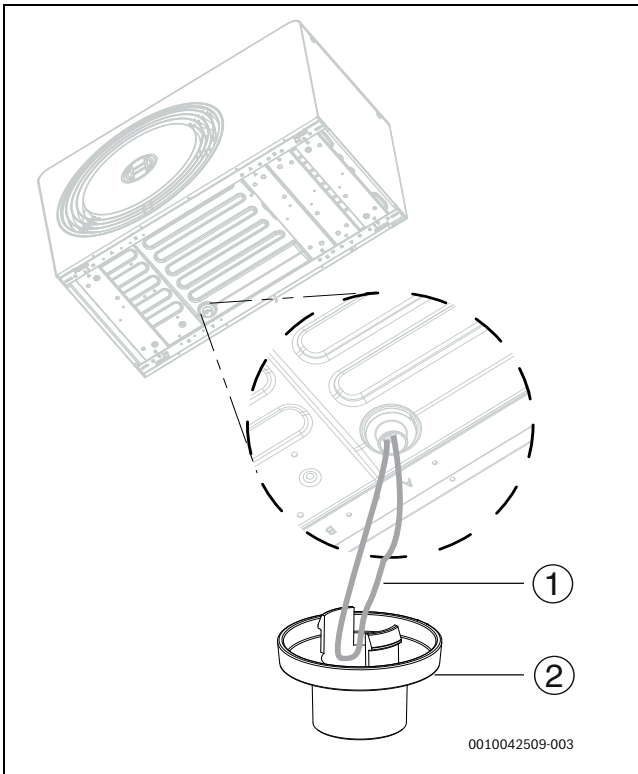

Fig. 27 Instalarea racordului de scurgere
7. Scoateți bucla încălzitorului tăvii de picurare și împingeți-o prin conectorul de evacuare (→Fig. 27). Atașați conectorul de evacuare la pompa de căldură.